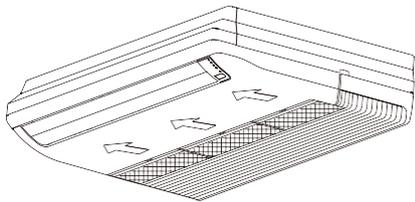

Abb. E3
1. Ziehen Sie den Luftfilter direkt aus dem Lufteinlass, wie es in Abb. E3 gezeigt ist.
3. Bauen Sie den Luftfilter in umgekehrter Reihenfolge der Abb. E3 wieder ein.